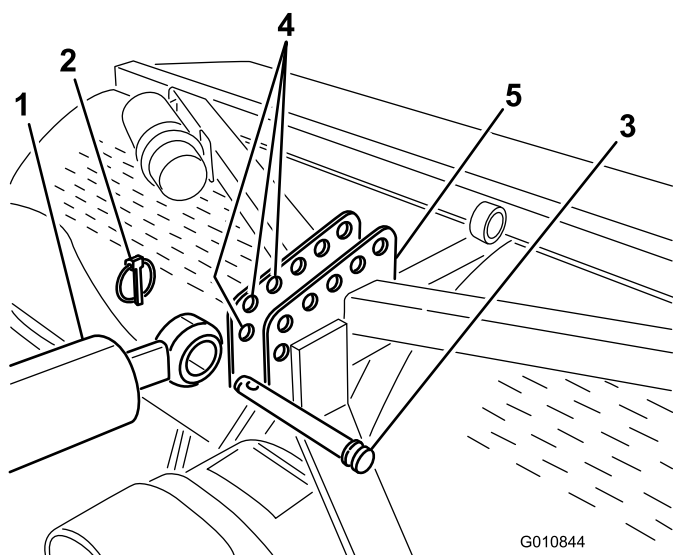

Figure 6
7. Fixez le côté tige du bras de liaison supérieur hydraulique au trou le plus avant possible dans le support de l'aérateur avec un axe d'articulation et une goupille à anneau (Figure 6).